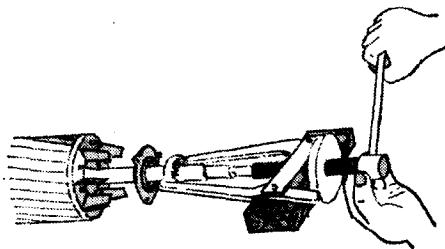

图1-13 用拉马拆卸轴承
(1) 利用拉具拆卸 这同拆卸皮带轮的方法是一样的,如图1-13所示。只是除了丝杠要顶正等注意事项外,还要注意使拉马的拆钩扣住轴承内圈,否则会拉坏轴承。